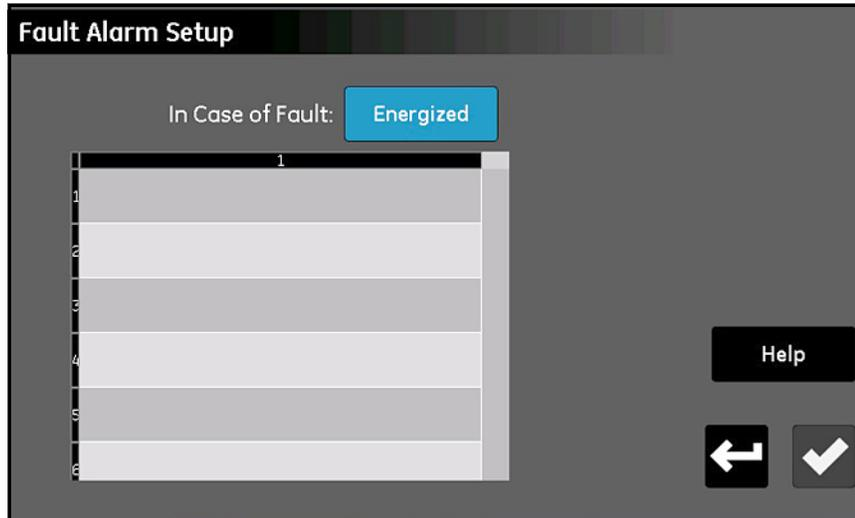

Figura 40: La schermata Configurazione allarme guasto
Il menu *Configurazione allarme guasto* (Figura 40) consente di specificare la risposta del relè di allarme guasto dedicato di moisture.IQ a una condizione di guasto e come elenca l'origine delle condizioni di guasto.
- Toccare il pulsante **In caso di guasto** per passare dall'opzione **Attivato** a **Disattivato** e viceversa. La selezione determina se il relè è **Attivato** o **Disattivato** (funzionamento a prova di guasto) quando viene rilevata una condizione di guasto. L'origine di un guasto è visualizzata nell'elenco dei guasti nella Figura 40.